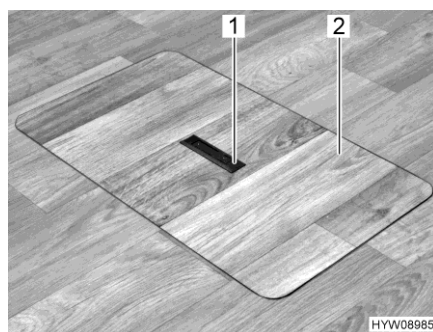
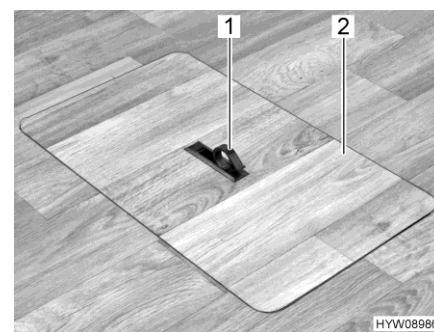

Fig. 88 Cubierta del compartimento de almacenamiento en el piso (tirador hundido)
Fig. 89 Cubierta del compartimento de almacenamiento en el piso (tirador girado hacia fuera)
- Presionar hacia abajo un lado de la placa de agarre (Fig. 88,1). El tirador (Fig. 89,1) girará hacia arriba.
- Retirar la cubierta (Fig. 89,2) hacia arriba.
- Insertar la cubierta (Fig. 89,2) en el marco en el piso.